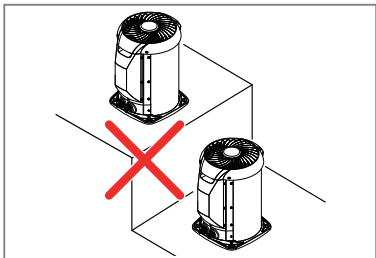

FIG. 5 - EVITAR INSTALAÇÃO EM DEGRAUS
- Não é recomendável instalar a unidade condensadora em degraus, para evitar que uma das unidades aspire o ar aquecido proveniente da outra (Fig. 5).